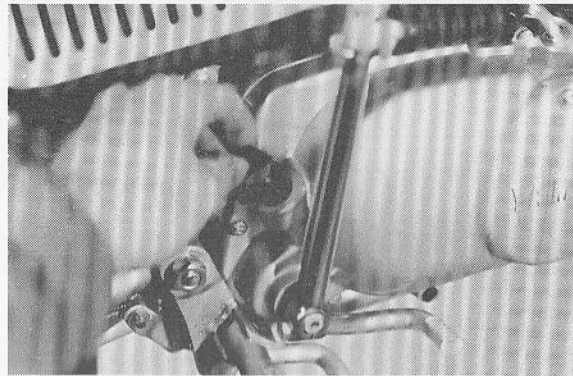

Fig. 2-5-15
- a. To check level, start the engine and let it run for several minutes to warm and distribute oil. Unscrew the dipstick and clean. Set it on the case threads in a level position. Remove and check level. (Fig. 2-5-15)
- a. Pour vérifier le niveau, démarrer le moteur et le laisser tourner plusieurs minutes pour le réchauffage et la répartition de l'huile. Dévisser le bâton jauge et l'essuyer. Le placer sur les filets en position de niveau. Enlever et vérifier le niveau. (Fig. 2-5-15)